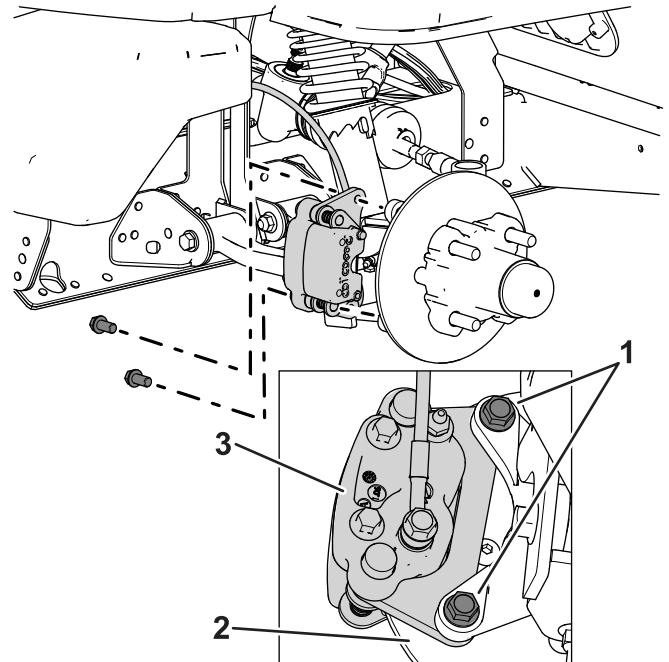
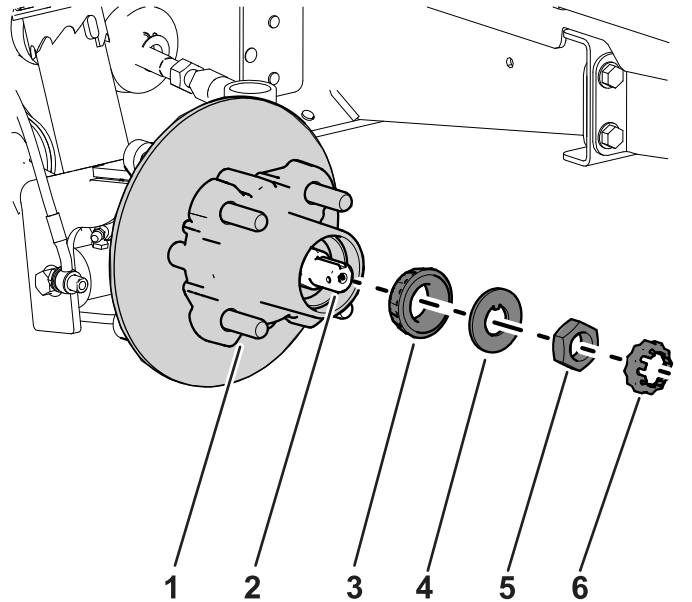

Figure 33
Figure 37
3. Retirez les boulons à embase ($\frac{3}{8} \times \frac{3}{4}$ po) qui fixent le support d'étrier à la fusée et séparez le frein de la fusée (Figure 33).
1. Appliquez une fine couche de la graisse spécifiée sur la fusée (Figure 37).
2. Montez le moyeu et le disque sur la fusée, en plaçant le disque à l'intérieur (Figure 37).
3. Montez le roulement extérieur sur la fusée et poussez-le contre la bague extérieure (Figure 37).
4. Placez la rondelle à languette sur la fusée (Figure 37).
5. Vissez l'écrou de fusée sur la fusée et serrez-le à 15 N·m (11 pi-lb) tout en tournant le moyeu pour asseoir le roulement (Figure 37).
- Placez les plaquettes de frein de chaque côté du disque (Figure 33), puis alignez les trous du support d'étrier et les trous du support de frein sur le porte-fusée (Figure 37).
- Fixez le support d'étrier au porte-fusée (Figure 33) à l'aide des 2 boulons à embase ($\frac{3}{8} \times \frac{3}{4}$ po).